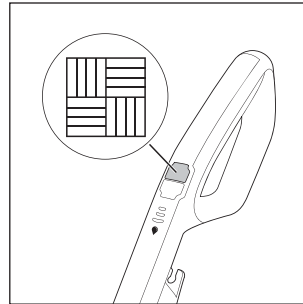

Fig. 13
- ♦ Appuyez sur l'interrupteur sol dur  **14** pour allumer l'appareil (voir fig. 13). La LED de l'interrupteur sol dur  **14** s'allume en bleu.
- ◆ Appuyez à nouveau sur l'interrupteur sol dur  **14** pour éteindre l'appareil (voir fig. 13).